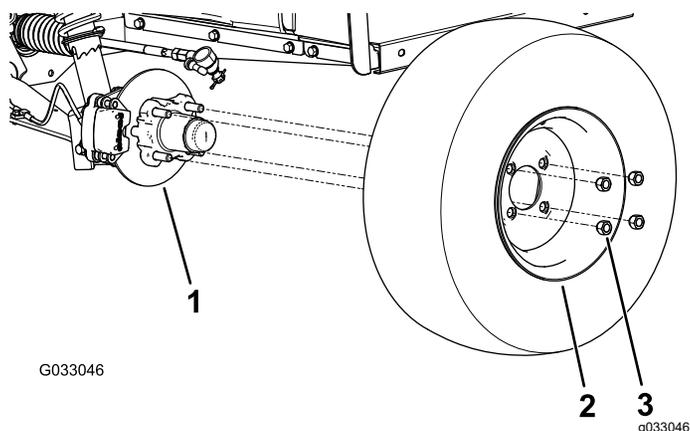

Рисунок 21
2. Отверните 4 зажимные гайки, которые крепят каждое колесо к ступице (Рисунок 21).
4. Совместите отверстия в колесе со шпильками в ступице и установите колесо на ступицу так, чтобы вентиль шины был направлен наружу (Рисунок 21).
5. Закрепите колесо на ступице с помощью зажимных гаек (Рисунок 21).